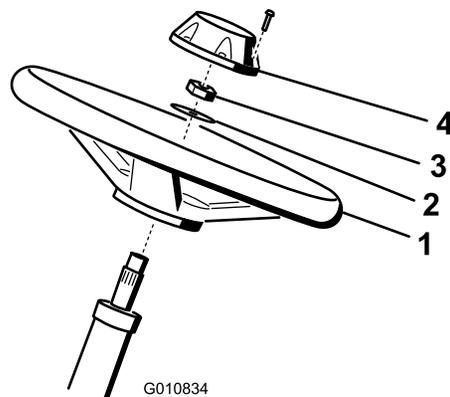

図 4
1. ハンドルをステアリングシャフトにはめ込む **図 4**。
2. ワッシャをステアリングシャフトにはめ込む **図 4**。
3. ジャムナットでハンドルを固定し、2735 N.m にトルク締めする **図 4**。
4. キャップを取り付け、ねじで固定する **図 4**。